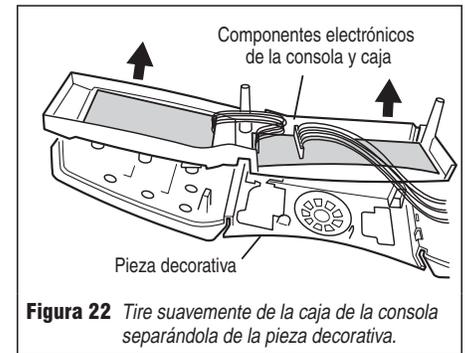

Figura 22 Tire suavemente de la caja de la consola separándola de la pieza decorativa.
5. Tire suavemente de la caja de componentes electrónicos de la consola separándola de la pieza decorativa. Vea la figura 22.